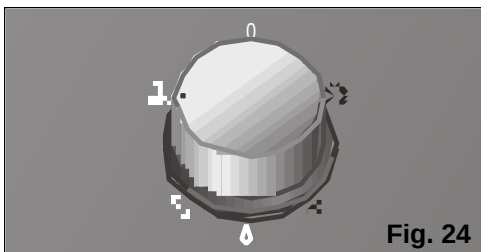

Fig. 24
- ☐ Seleccionar la velocidad de purificación: máxima  o silenciosa , **Fig. 24.**